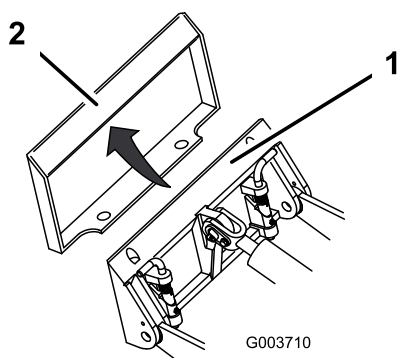

Figura 19
4. Coloque la placa de montaje debajo del reborde superior de la placa receptora del apero (Figura 19).